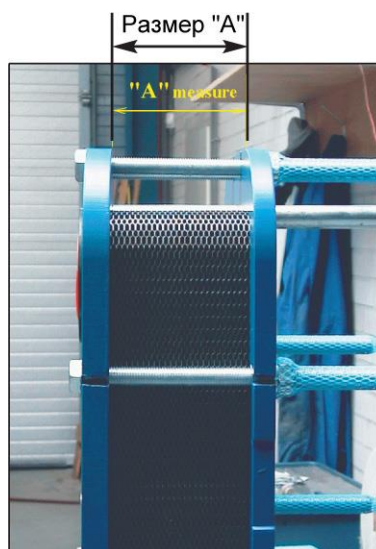

Рис. 12
- Стягивание завершается после того, как расстояние между внутренними поверхностями обеих рамных плит станет равно размеру «А», указанному на чертеже, см. рис. 12. Это расстояние стягивания можно также вычислить при помощи следующей формулы: сборочное расстояние = число пластин x (толщина пластин + коэффициент)